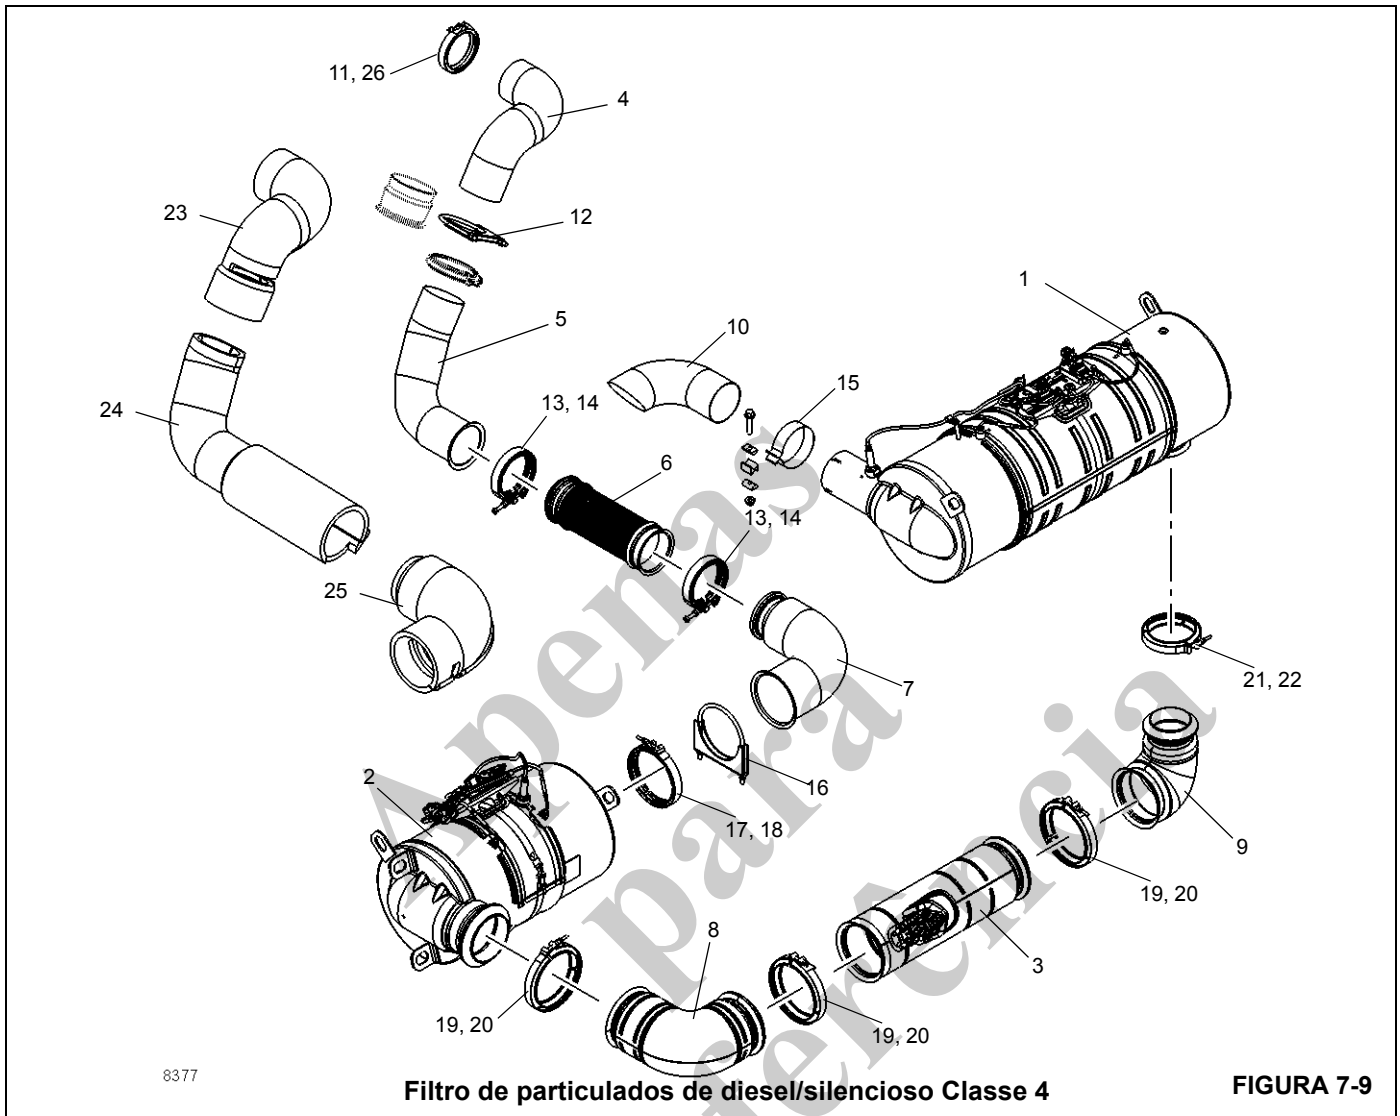

FIGURA 7-9
**NOTA:** A remoção e instalação do silencioso Classe 3 (Figura 7-8) são similares às do silencioso Classe 4 (Figura 7-9) apesar das diferenças entre os dois silenciadores, tubos de escape e conjuntos soldados do suporte de montagem.